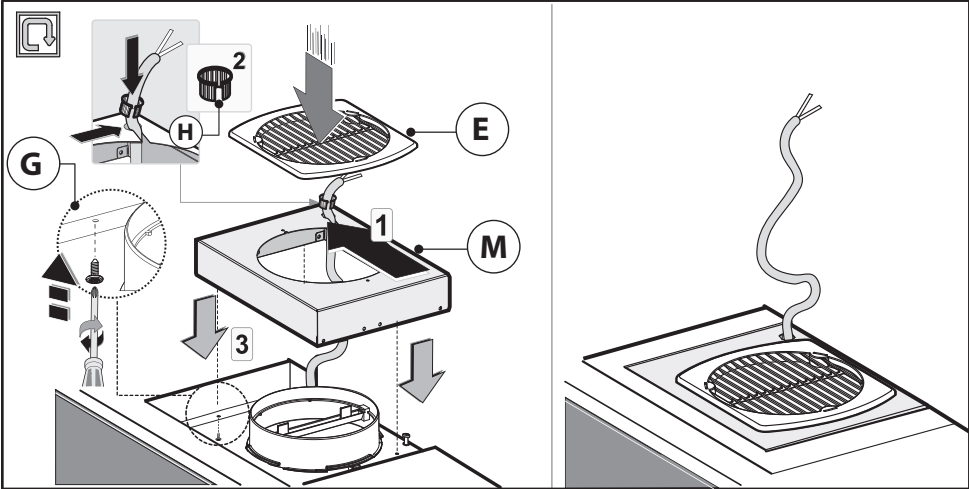

Fig.6
- Far passare il cavo di alimentazione sull'asola del cupolino **M** indicata in **Fig.6**.
- Riposizionare il cupolino **M** e la griglia **E** e poi avvitare con le 2 viti di fissaggio **G (Fig.6)**.